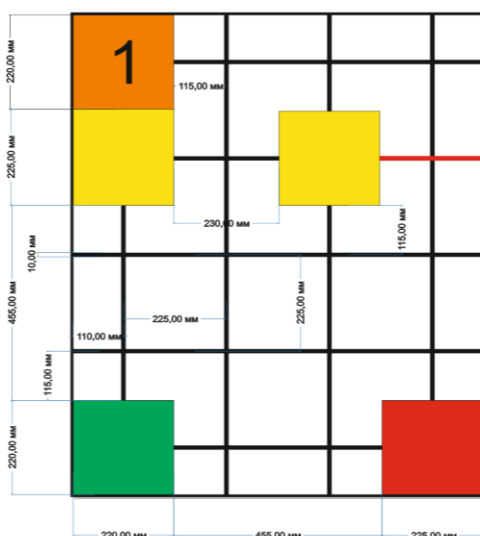

Рис. 30
10.2. Макет поля со всеми размерами (Рис. 30):